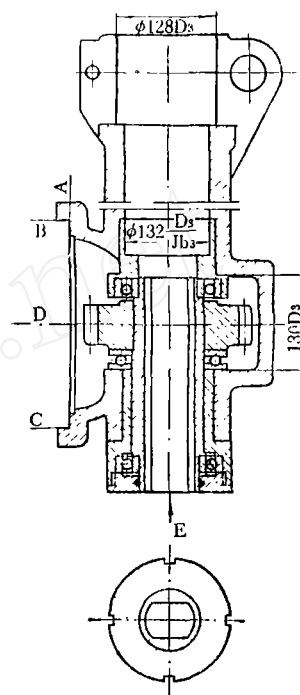
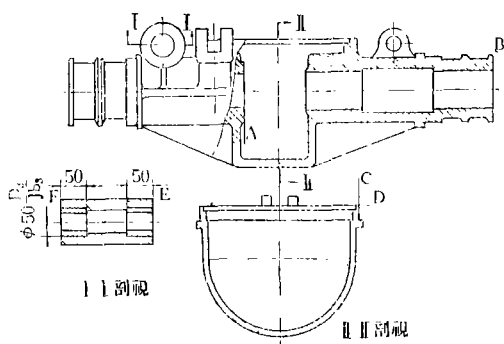

图 2
图 1
4. 立轴箱 d 部台阶（图 2）磨损后，立轴齿轮下移，使两个齿轮的啮合线减短了。齿面负荷增加。横轴箱的 A 台阶（图 1）磨损后，横轴齿轮左移，使齿轮啮合的接点离开了两轴的公垂线（即两节圆半径